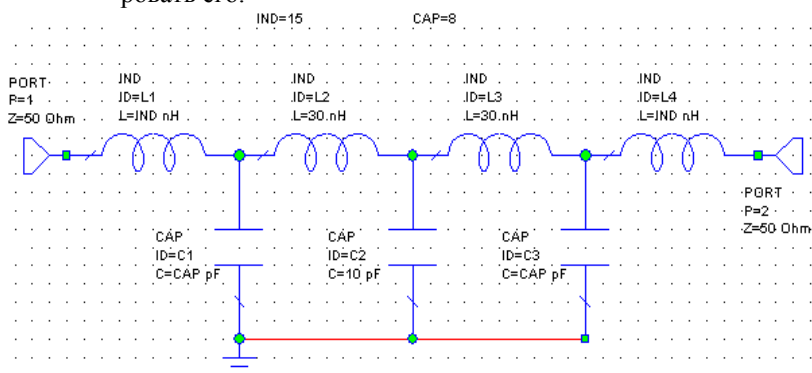

Рис. 3.17
- Повторите шаги со 2-го по 5-ый, чтобы открыть второе окошко редактора, но наберите **CAP=8**, и щёлкните мышкой вне этого окошка. Результат показан на рис. 3.17.